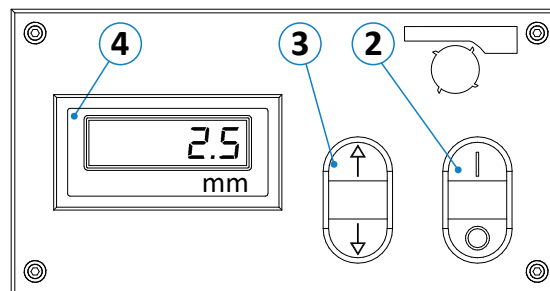

Abbildung 33: Bedienung „Abrichten & Fügen“
- Das Einstellen der Spanstärke erfolgt mit der Taste (3), siehe ⇒ Abbildung 33.